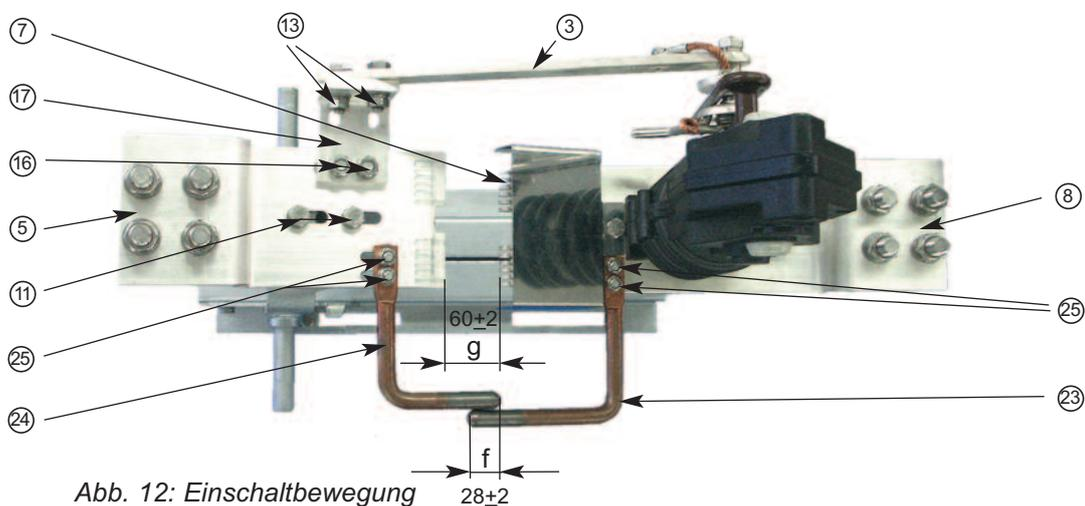

Abb. 12: Einschaltbewegung
- Kontrolle der Vorzündhörner (23), (24) auf Materialverlust (Abb. 12)
In dieser Schalterstellung müssen die Hauptkontakte noch einen Abstand "g" von mindestens 50 mm aufweisen (Abb. 12).
- Nach der zentrischen Justage des Kontaktarms (3) sind die beiden Befestigungsschrauben M 10x35 (16) am Kontaktwinkel (17) anzuziehen (Abb. 12) (Anziehdrehmoment: 32 Nm)
Einstellmaße der Hauptkontakte für die Einschaltbewegung: (Abb. 12)